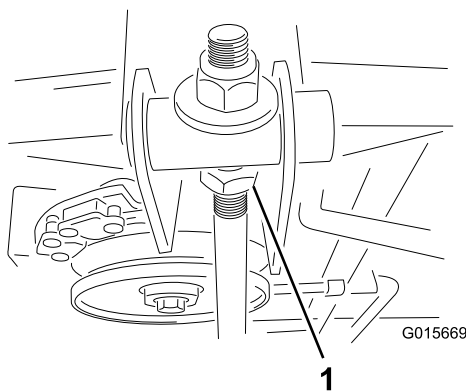

Bild 39
7. Lösen Sie dann die Klemmmutter (Bild 39).